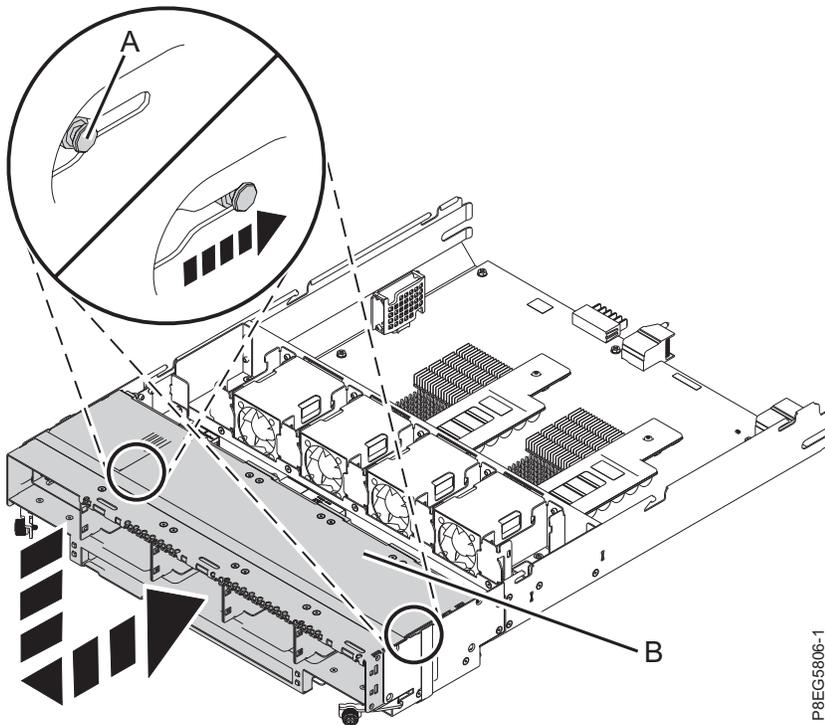

Figura 14. Substituindo o painel traseiro da unidade de disco
2. Deslize o painel traseiro da unidade de disco (**B**) para a posição no conjunto RAID. Assegure-se de que os pinos (**A**) no lado inferior do painel traseiro da unidade de disco estejam inseridos nos slots no conjunto RAID. Consulte o Figura 14 na página 14.